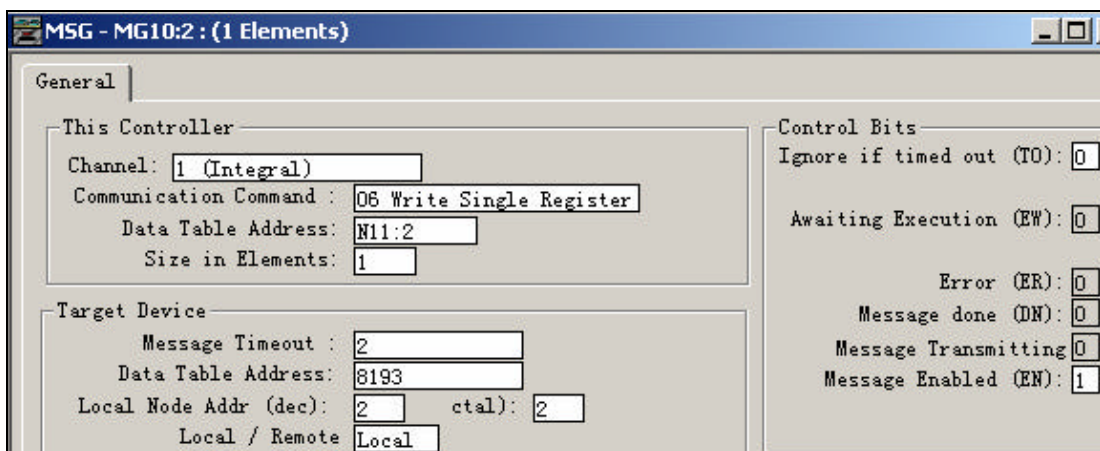

图 3-144 设置 MSG 指令参数
(18) 设置该 MSG 指令的相应参数，如表 3-38 所示，相关设置如图 3-144 所示：